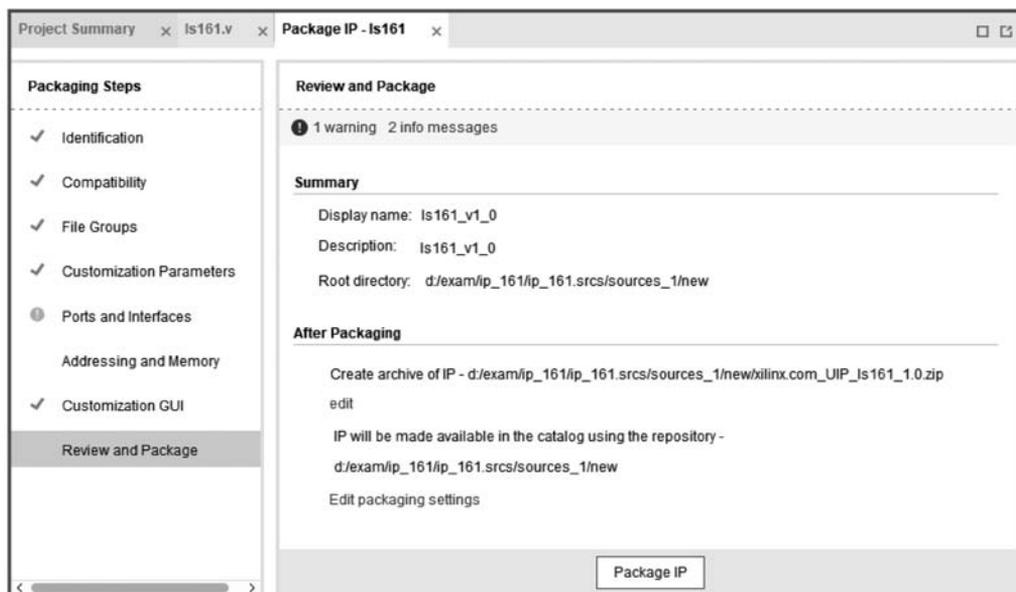

图 3.48 Review and Package 界面
(6) 单击 Review and Package 界面, 可查看 IP 核的最终信息, 其中, Root directory 表示 IP 核的存储目录, 信息确认无误后单击下方的 Package IP 按钮, 完成 ls161 核的封装, 如图 3.48 所示。
(7) 回到 Vivado 主界面, 选择 PROJECT MANAGER 中的 IP Catalog 选项, 出现 IP Catalog 窗格, 在其中的 User Repository 下可找到刚创建的 ls 161\_v1\_0, 说明该 IP 核